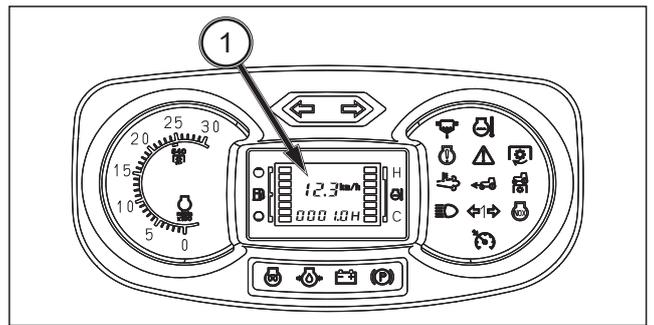

FIG. 46
FIG. 46: La pantalla LCD muestra la velocidad de desplazamiento (1). Cuando el tractor no está en marcha, la pantalla muestra «0,0 km/h». Cuando el tractor está en marcha, la pantalla muestra la velocidad real de desplazamiento.